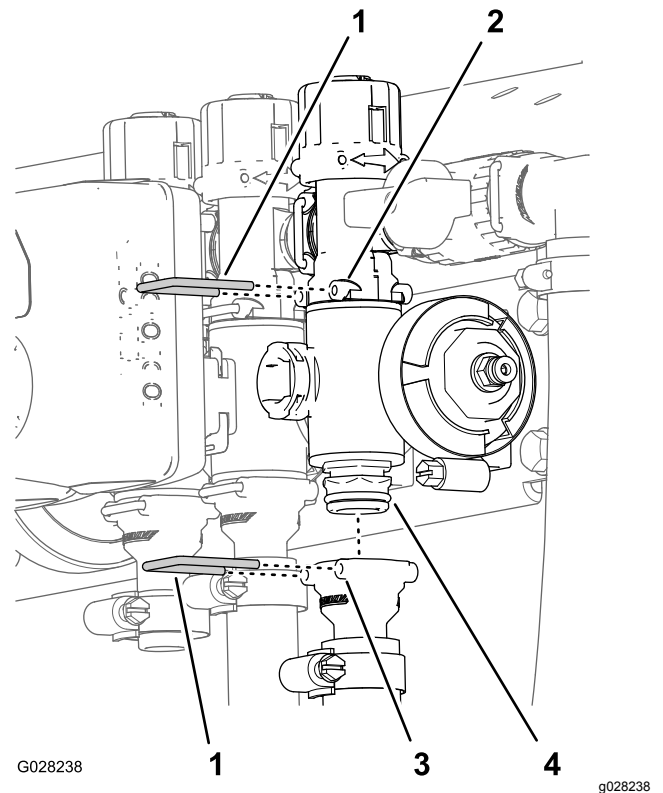

図 120
2. 出口フィッティングを個別ブームバルブ用マニホールドに固定しているリテーナ、およびバルブマニホールドをバイパスフィッティングに固定しているリテーナを外す 図 120。